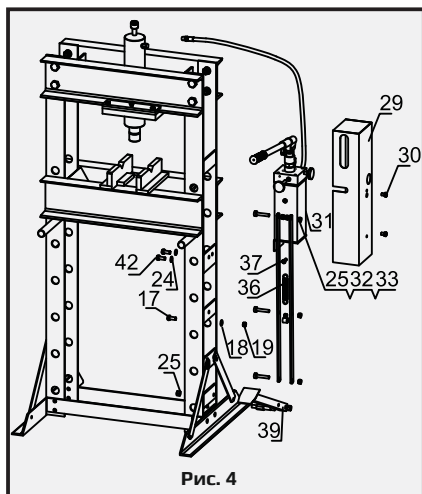

Рис. 4
4) Установите опорную плиту (12). Затем прикрепите гидроцилиндр (2) используя большую гайку (13). Зафиксируйте Станину пресса (15) с помощью опорных штифтов (16). После этого установите ложемент (14) на пресс.
5) закрепите насос (31) на раме с помощью болтов (42, 17), шайб (24,18) и гайки (19). Установите пружину педали (36), зафиксируйте ее болтом (37). Присоедините педаль (39) к стойке рамы при помощи болта (25), затем присоедините ее к рукоятке, при помощи болта (25) и гаек (32,33). Прикрепите защитный кожух (29) к насосу с помощью болтов (30). Рис. 4.